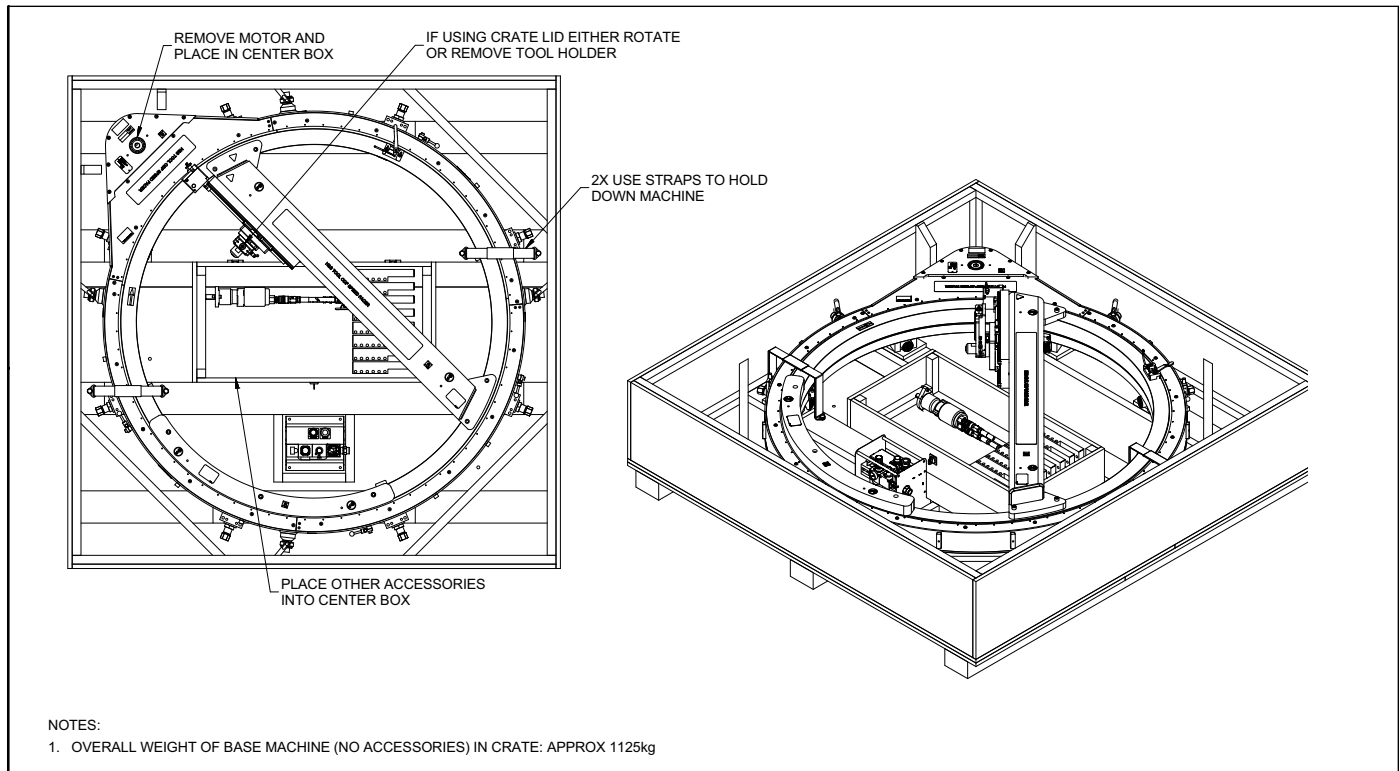

FIGURE 6-1. CAISSE DE LA ODF60
7. Entrez la ODF60 Speed Facer dans sa caisse d'expédition d'origine (voir Figure 6-1).
La ODF60 Speed Facer peut être expédiée dans son conteneur d'expédition d'origine, comme le montre la Figure 6-1.